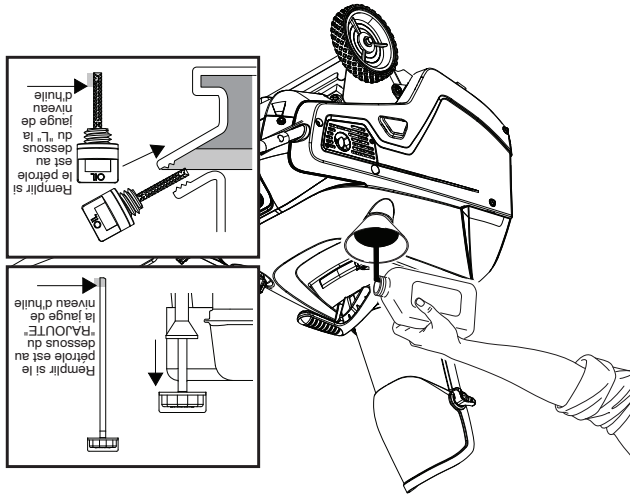

Figure 25
8. Dévisser le bouchon de remplissage d'huile/la jauge et déposer le tout (Figure 25).
9. Avec la souffluse à neige en position de fonctionnement, verser avec soin l'huile dans le trou de remplissage jusqu'au repère « FULL » (PLEIN) sur le bouchon de remplissage/la jauge (Figure 25).